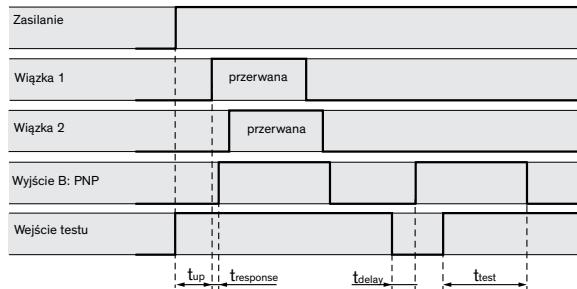

Rys. 10: Opis podłączeń elektrycznych złącza
- ▶ Każdy czujnik wymaga oddzielnego połączenia do odpowiadającego mu sterownika. Opis połączeń elektrycznych znajduje się na rys. 10.
4. Podłączyć przewody (opis na rys. 10)
5. Podłączyć przewody (opis na rys. 10)